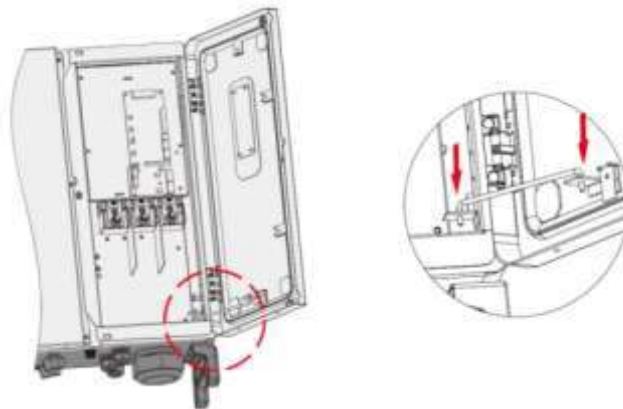

Fig. 4-26 Palanca límite
- 3) Mantenga el compartimento de cableado abierto durante el cableado a través de la palanca límite fijada a la cubierta (Fig. 4-26).